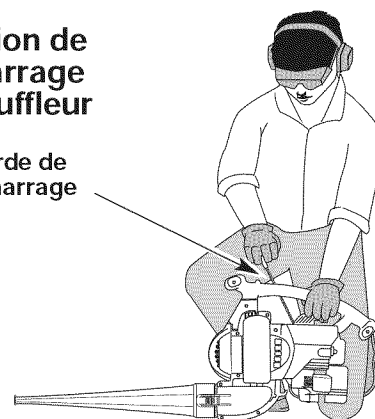

Fig. 12
AVERTISSEMENT: éviter le démarrage accidentel. Se tenir en position de démarrage pour lancer le moteur (Fig. 12 et 13). Lors du démarrage, l'opérateur et l'outil doivent être en position d'équilibre afin d'éviter le risque de blessures graves.
4. Mettre l'outil en position de démarrage (Fig. 12 ou 13). Mettez la manette des gaz en position de haute vitesse (☛).